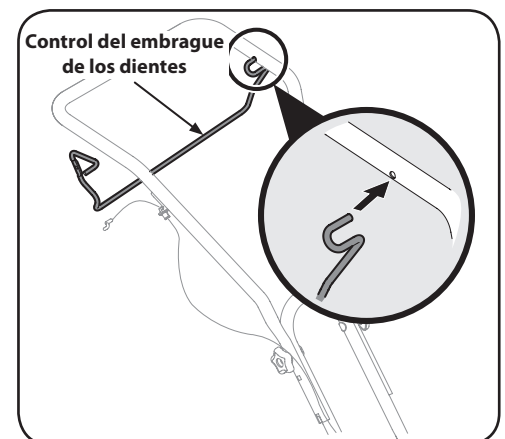

Figura 3-5
- Inserte el extremo izquierdo del control del embrague de los dientes en el orificio del lado izquierdo de la manija superior. Consulte la Figura 3-5.